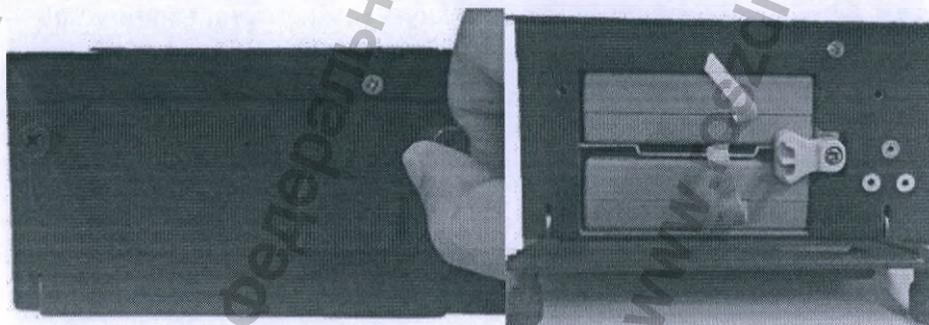

Рис. 6.3.4. Отсек для литий-ионных батарей и его открытие
1. Найдите отсек для литий-ионных батарей, расположенный в правой нижней части системы (см. рис. 6.3.4.).